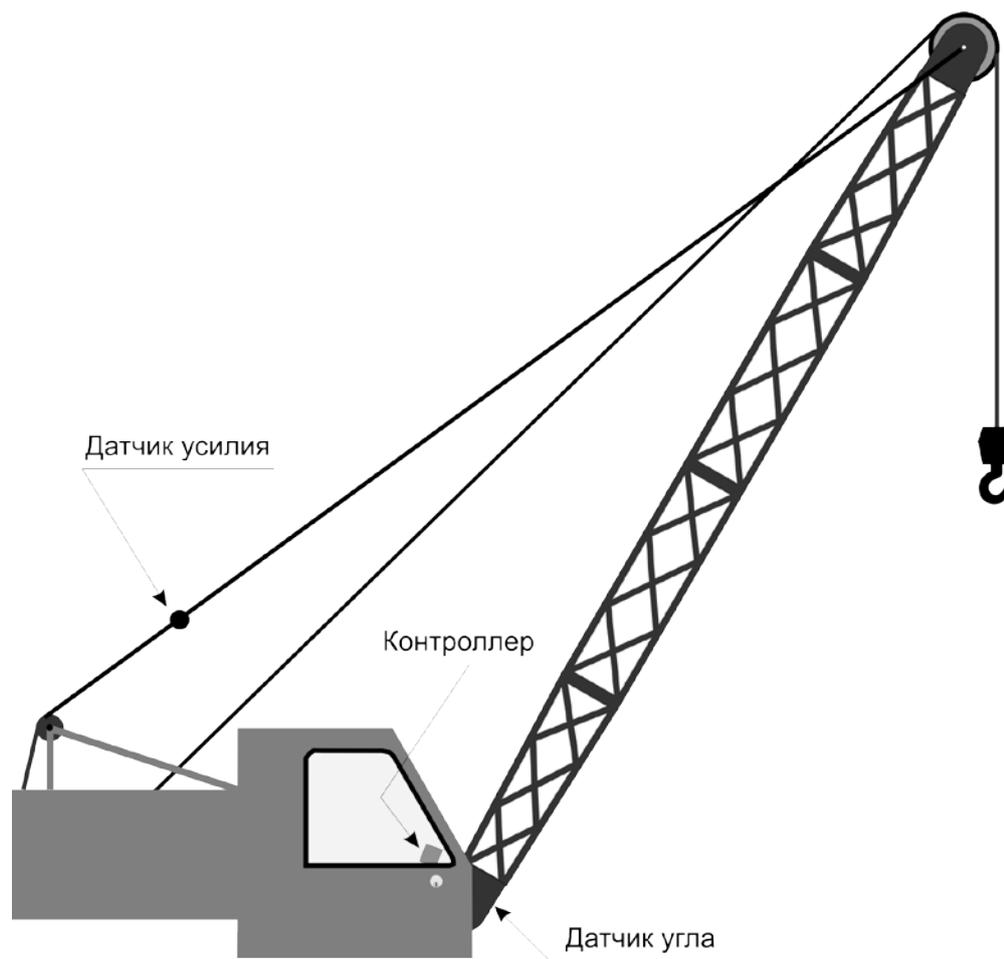
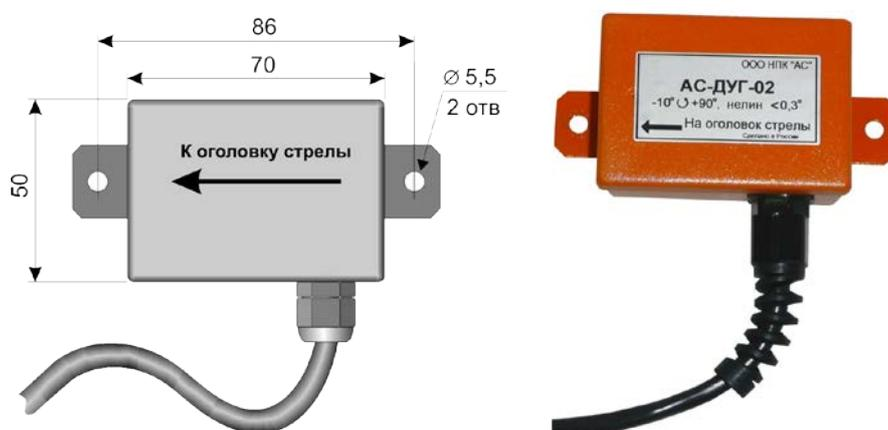

Рис.1
Рис.6
5.1. Система АОГ, рис.1, состоит из составных частей:
| 3) датчик угла АС-ДУГ-02 | 1 шт, Рис.6; |
6.2. Размещение элементов системы АОГ на кране показано на рис.1.
6.6. Датчик угла наклона стрелы, Рис.6, представляет собой электронный потенциометр, приводимый в действие силой гравитации и преобразующий угол наклона стрелы в электрический сигнал. Датчик угла установлен сбоку на основной неподвижной секции стрелы, рис.1.